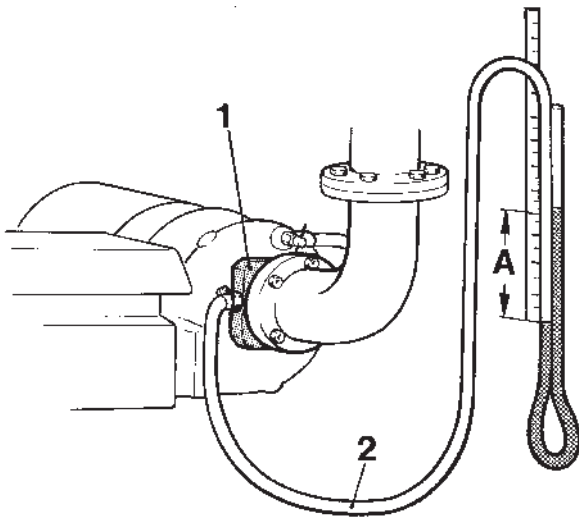

Fig. 156 Contrôle de la contrepression des gaz d'échappement
4. Brancher un flexible transparent à la bride de mesure comme le montre la figure 156 ou un manomètre de basse pression.